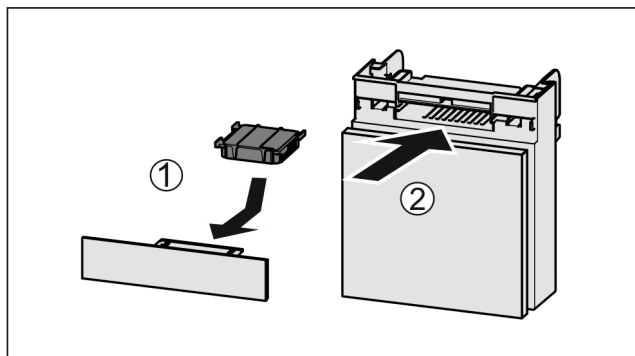

Fig. 145
- ▶ Установите фильтр с активированным углем, как показано на рисунке Fig. 145 (1).
- ▶ Вставьте отделение Fig. 145 (2).